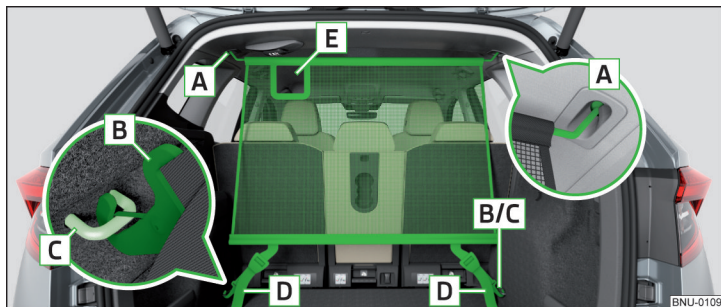

Fig. 148 Red de separación detrás de los asientos traseros
- Para **instalar** la barra transversal en la toma **A**, primero colocarla por un lado y presionarla hacia adelante. Introduzca de igual modo la barra transversal en el otro lado del vehículo en el alojamiento **A** » fig. 148.
- Tensar las correas en los finales libres **D** » fig. 148.